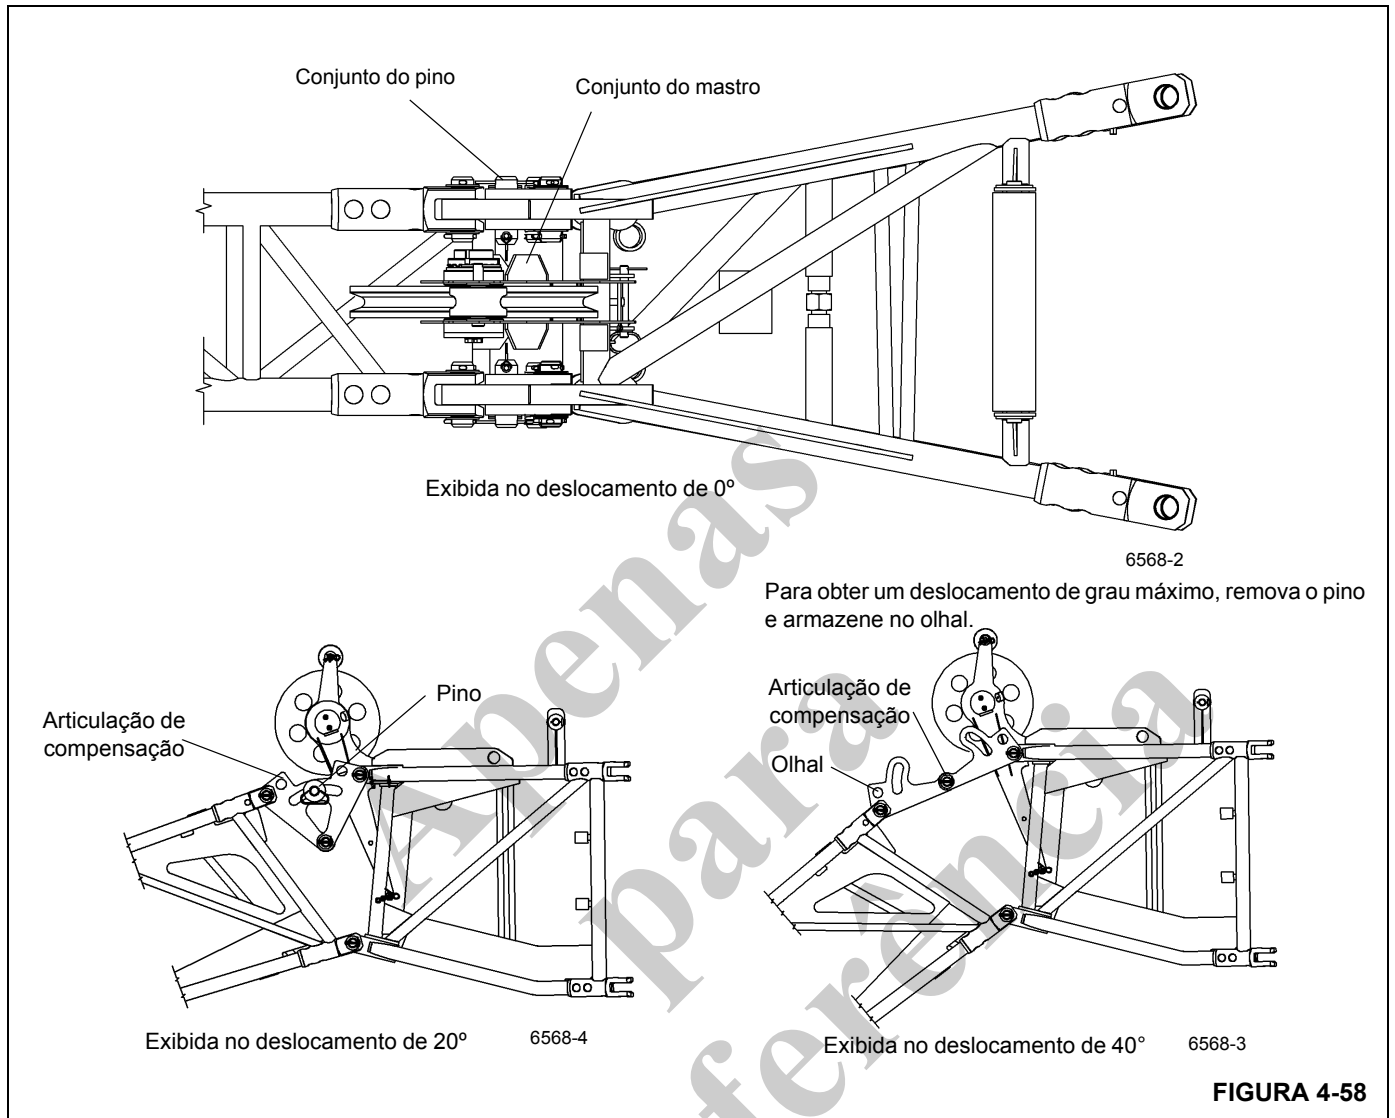

FIGURA 4-58
- Remova os roletes e as hastes de retenção do cabo de elevação (1).
- Retire o cabo de elevação da polia da cabeça (2) e das polias defletoras (3) e coloque-o no solo no lado esquerdo.
1. Estenda e ajuste os estabilizadores e gire a lança para a dianteira. Posicione a lança acima da horizontal (Figura 4-58).